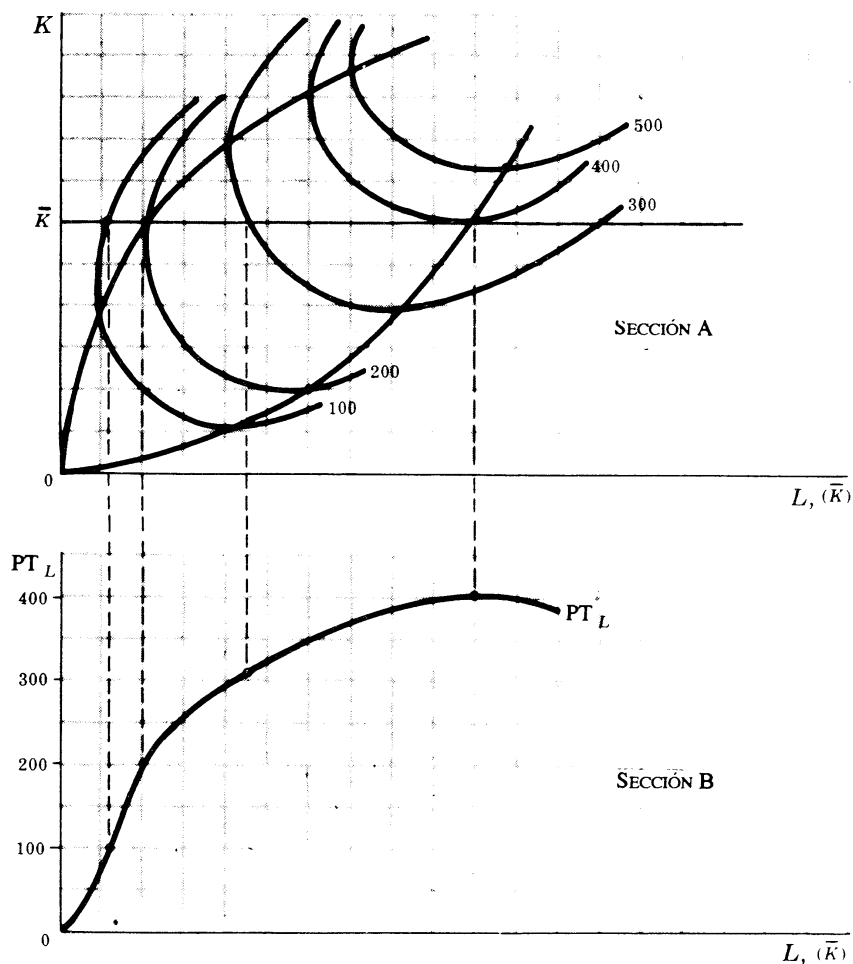

Fig. 6-17
- a) Fijar la cantidad de capital utilizado en un nivel específico ($\bar{K}$) y aumentar la cantidad de trabajo por unidad de tiempo, corresponde a un movimiento de izquierda a derecha a lo largo de la línea paralela y por encima del eje horizontal de la sección A del siguiente mapa de isocuantas (Fig. 6-17). A medida que hay un desplazamiento de izquierda a derecha a lo largo de esta línea, se cruzan isocuantas cada vez más altas, hasta cierto punto. Al registrar la cantidad de trabajo utilizado (con la cantidad fija de capital) y las correspondientes cantidades de la producción total, se puede elaborar la curva PT_L que se muestra en la sección B de la figura 6-17. Esto hace regresar al análisis de corto plazo. Si se fija la cantidad de capital utilizado en un nivel diferente, se obtendrá una curva PT_L distinta.